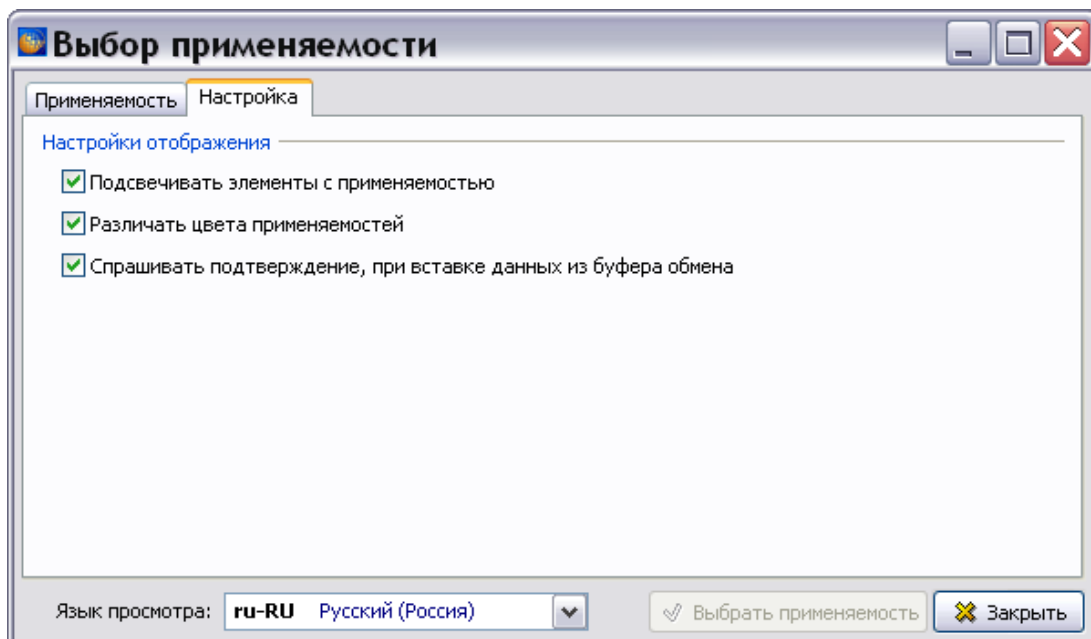

Рис. 22.58
3. Настройте отображение применяемости, установив соответствующие флажки на вкладке **Настройка** (Рис. 22.58).